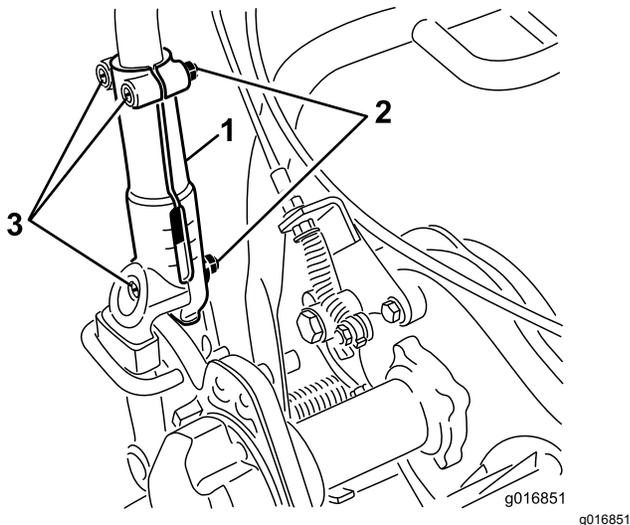

Figura 26
1. Desaperte os 3 parafusos de carroçaria e porcas de cada lado da pega nos grampos da pega (**Figura 26**).